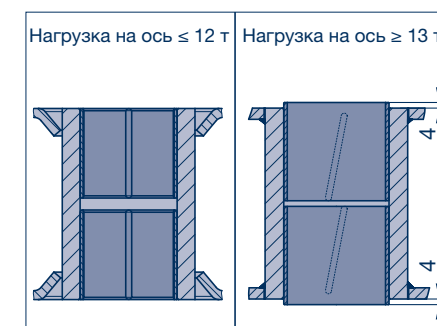

Рисунок 9
- [11] Установить новую бронзовую втулку (1340) и вдавить ее с помощью нажимной детали так, чтобы с обеих сторон втулка была заподлицо (см. также рисунок 9).
Не прижимать втулки (1340) друг к другу внутри! Между обеими втулками должно быть пустое место для распределения смазки (см. рисунок 9). После вдавливания втулка должна выступать с обеих сторон на 4 мм.